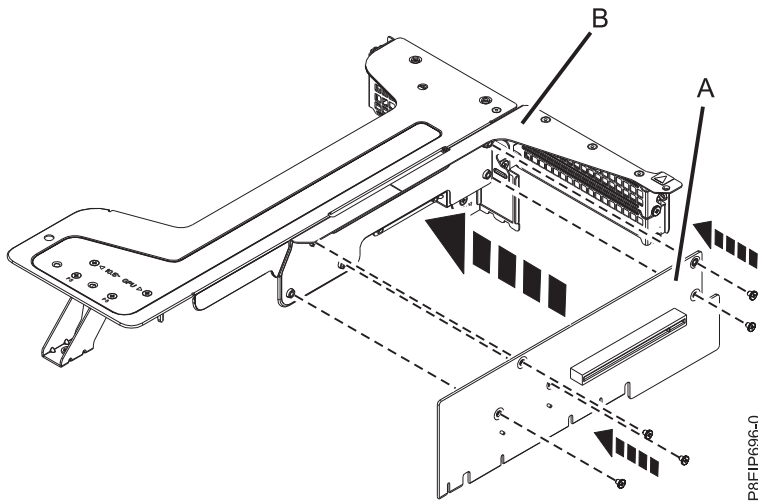

Figure 49. Remplacement de la carte de la position 1
- a. Si la carte mezzanine en position 1 a besoin d'un remplacement, remplacez-la dans le support du connecteur de bus. Remettez en place les cinq vis qui permettent de fixer la carte au cadre, comme illustré dans la figure 49, à la page 44.